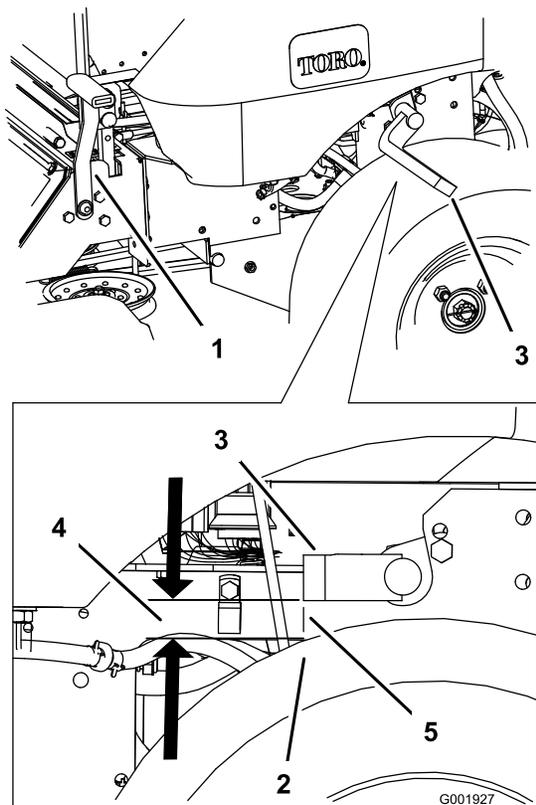

Figure 48
5. Enlevez les deux goupilles fendues de la timonerie de frein (Figure 48).
7. Mesurez la distance verticalement entre l'avant de la barre de frein et le sommet du pneu ; la distance doit être comprise entre 22 et 25 mm (7/8 à 1 pouce). (Figure 48).
9. Serrez le frein de stationnement, le levier relevé, et vérifiez que la barre de frein s'engage avec le pneu (Figure 48).
10. Mesurez la longueur du ressort ; les rondelles doivent être distantes de 74 mm (2-3/4 pouces) (Figure 48).